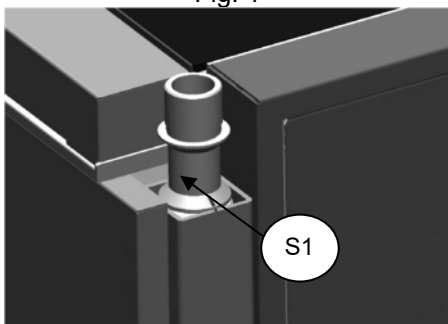

Fig. 3
5. Posicionar el cono de sujeción **S1** haciendo coincidir su punto rojo con la raya roja del tubo cuadrado que lo aloja y luego aplicar un pequeño golpe sobre él (Fig. 3).